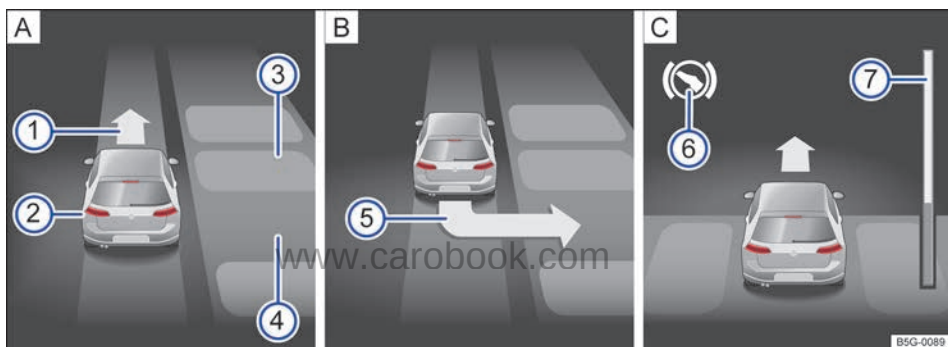

图 131 组合仪表显示屏：垂直于道路驻车，（A）搜寻停车位；（B）将轿车停在停车位旁；（C）将轿车调至合适位置
组合仪表显示屏显示的进度条 ⇒ 图 130 ⑦ 或 ⇒ 图 131 ⑦ 以符号表示轿车需行驶的相对剩余距离，进度条所处位置越高，剩余行驶距离越长。轿车前行时进度条向上填充，倒车时进度条向下填充。